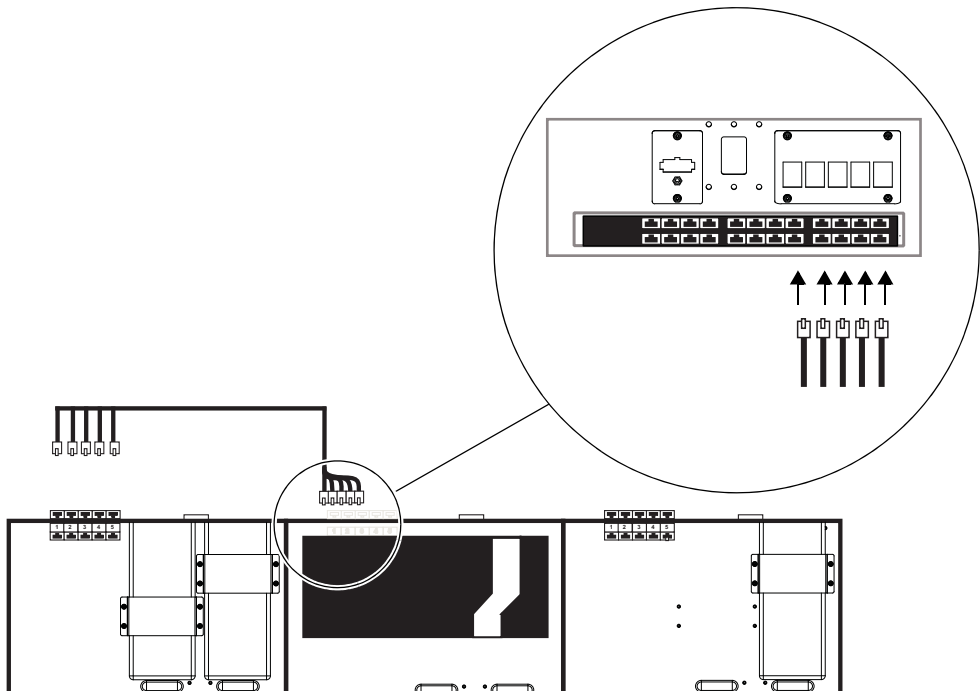

图 17 将第一个线组连接至以太网交换机（左下为俯视图，右上为盒架后视图）
- 2 站在装有以太网交换机的盒架后方，从后垫板中的槽口穿出第一个线组的线缆 1–5，从而将其连接至以太网交换机上的端口（见图 17）。此外：